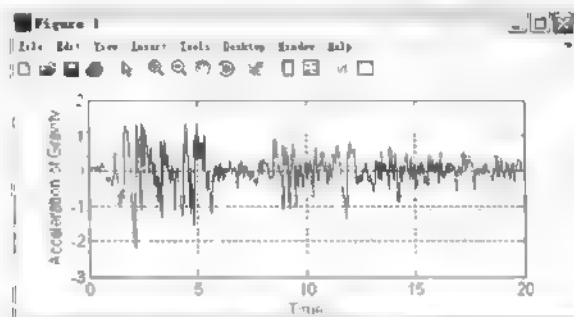
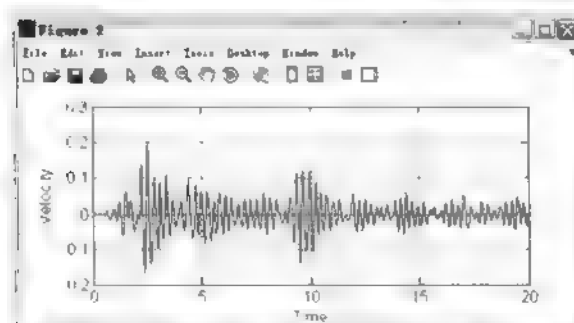
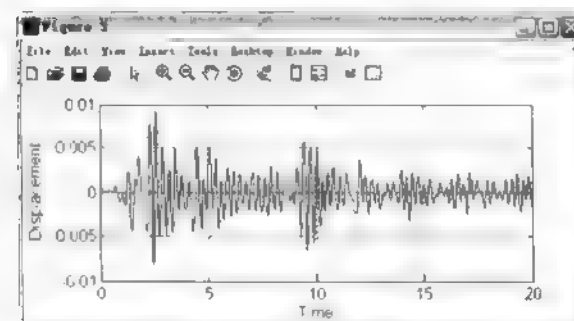

图 9.14 EI 波地震加速度
图 9.15 结构响应速度曲线
图 9.16 结构响应位移曲线
(5) 仿真结果。运行上述程序之后, 会得到如图 9.14~图 9.16 所示的结果。图 9.14 为地震加速度曲线, 也就系统的外部输入。图 9.15 为结构响应速度曲线, 图 9.16 为结构响应位移曲线。
(5) 仿真结果。在 MATLAB 命令窗口中运行上述程序之后, 会得到图 9.15 和图 9.16 所示的结果。图 9.15 为结构速度响应曲线, 图 9.16 为结构位移响应曲线。
(5) 仿真结果。运行上述程序之后,会得到图 9.15 和图 9.16 所示结果。